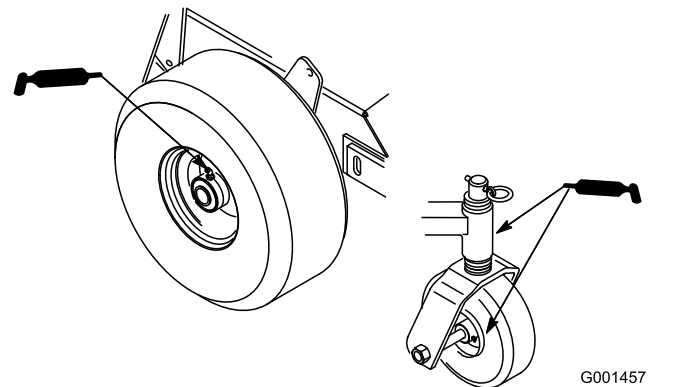

Figure 16
1. Lubrifiez les roulements des roues avant ainsi que les pivots avant (Figure 16).
2. Graissez les roulements des roues motrices (Figure 16).